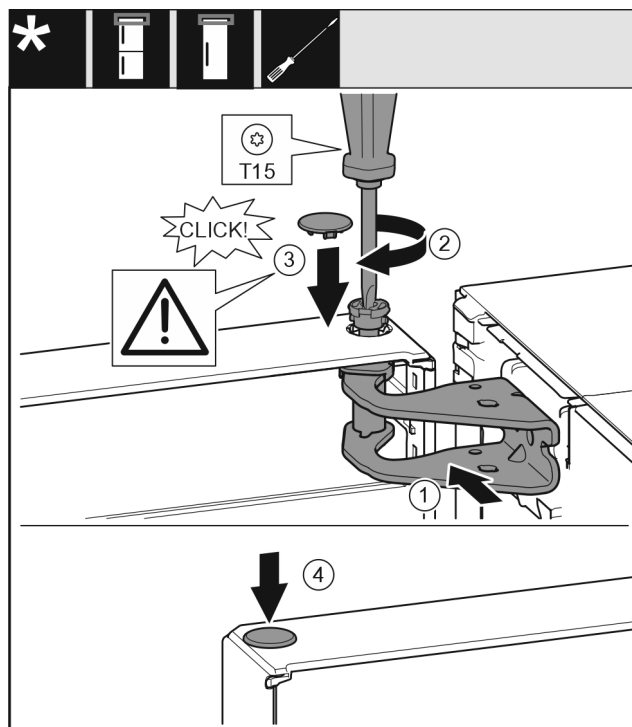

Fig. 21
- Deur boven uitlijnen op de opening in de lagerbus. Fig. 21 (1)
- Bouten Fig. 21 (2) insteken en met een schroevendraaier vastschroeven.
- Beveiligingsafdekking Fig. 21 (3) voor de borging van de deur monteren: Beveiligingsafdekking plaatsen en controleren of deze tegen de deur ligt. Anders de bouten volledig insteken.
- Plug Fig. 21 (4) insteken.